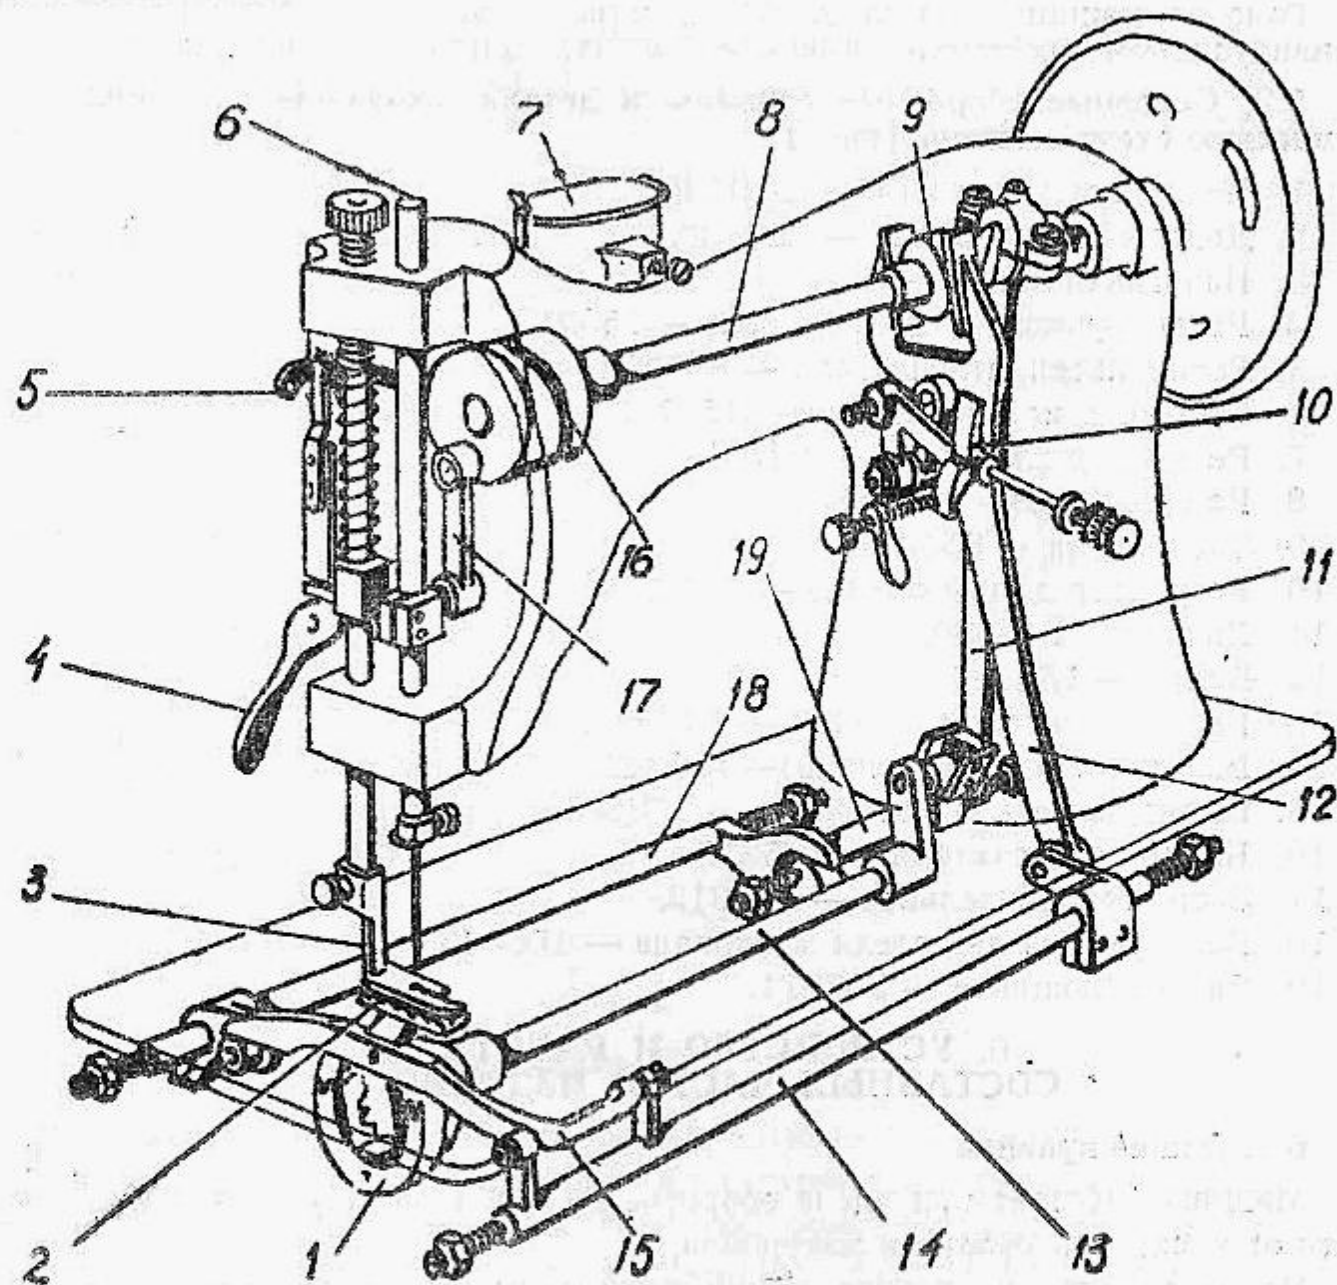

Рис. 1
#### 5. УСТРОЙСТВО И РАБОТА ИЗДЕЛИЯ (рис. 1)
**5.2. Основные сборочные единицы и детали, входящие в кинематическую схему машины (рис. 1)**